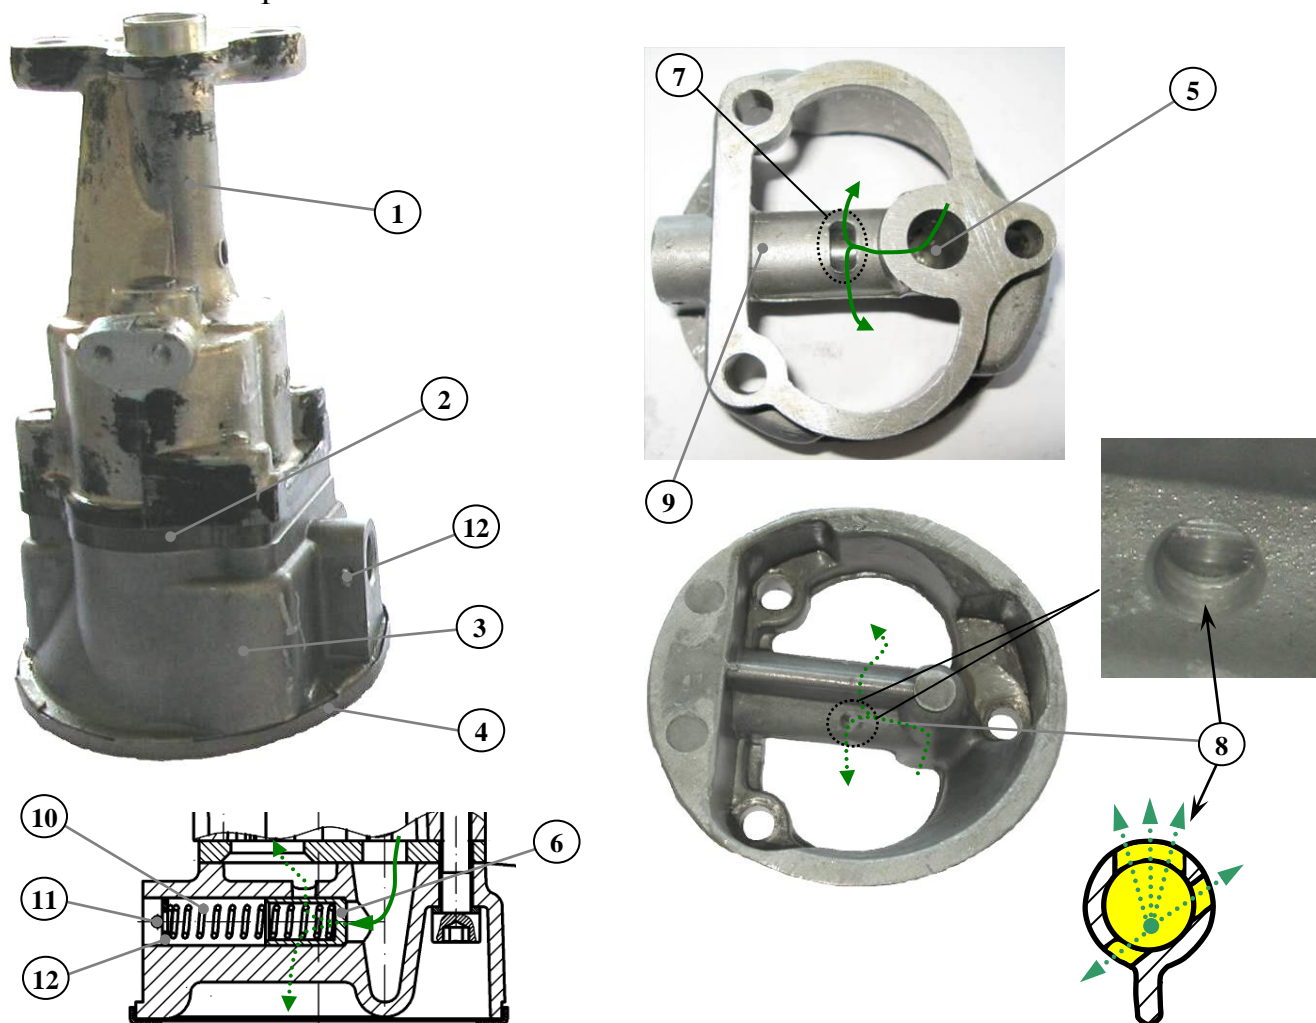

Рис.39. Масляный насос:
**Масляный насос** (рис.39) – шестеренного типа, установлен внутри масляного картера и крепится к блоку цилиндров двумя болтами и держателем масляного насоса. Высота шестерен 40 мм.